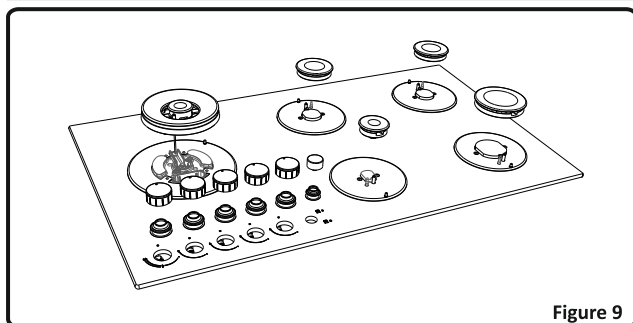
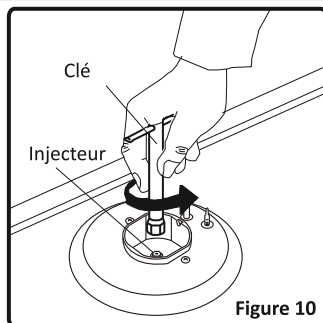

Figure 9
Figure 10
- Retirez le couvercle du brûleur et l'adaptateur (Figure 9).
- Dévissez les injecteurs. Utilisez à cet effet une clé de 7 mm (Figure 10).
La longueur de la flamme à la position minimale peut s'ajuster à l'aide d'une vis plate située sur le robinet. Pour les robinets équipés d'un dispositif d'échec de flammes, la vis se trouve sur le côté de la tige du robinet (Figure 9). Pour les robinets sans dispositif d'échec de flammes, la vis se trouve à l'intérieur de la tige du robinet (Figure 10). Pour un réglage plus facile de réduction de la flamme, il est conseillé de retirer le panneau de commande (ainsi que le micro interrupteur, si disponible) pendant le réglage.